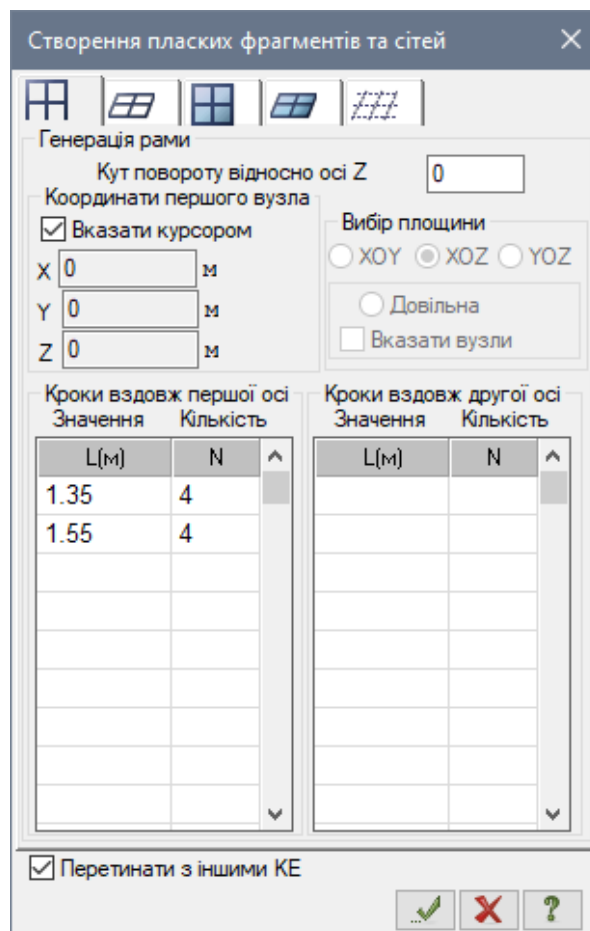

Рис. 7.8. Діалогове вікно Створення плоских фрагментів та сітей
- Решта параметрів приймаються за умовчанням (рис. 7.8).